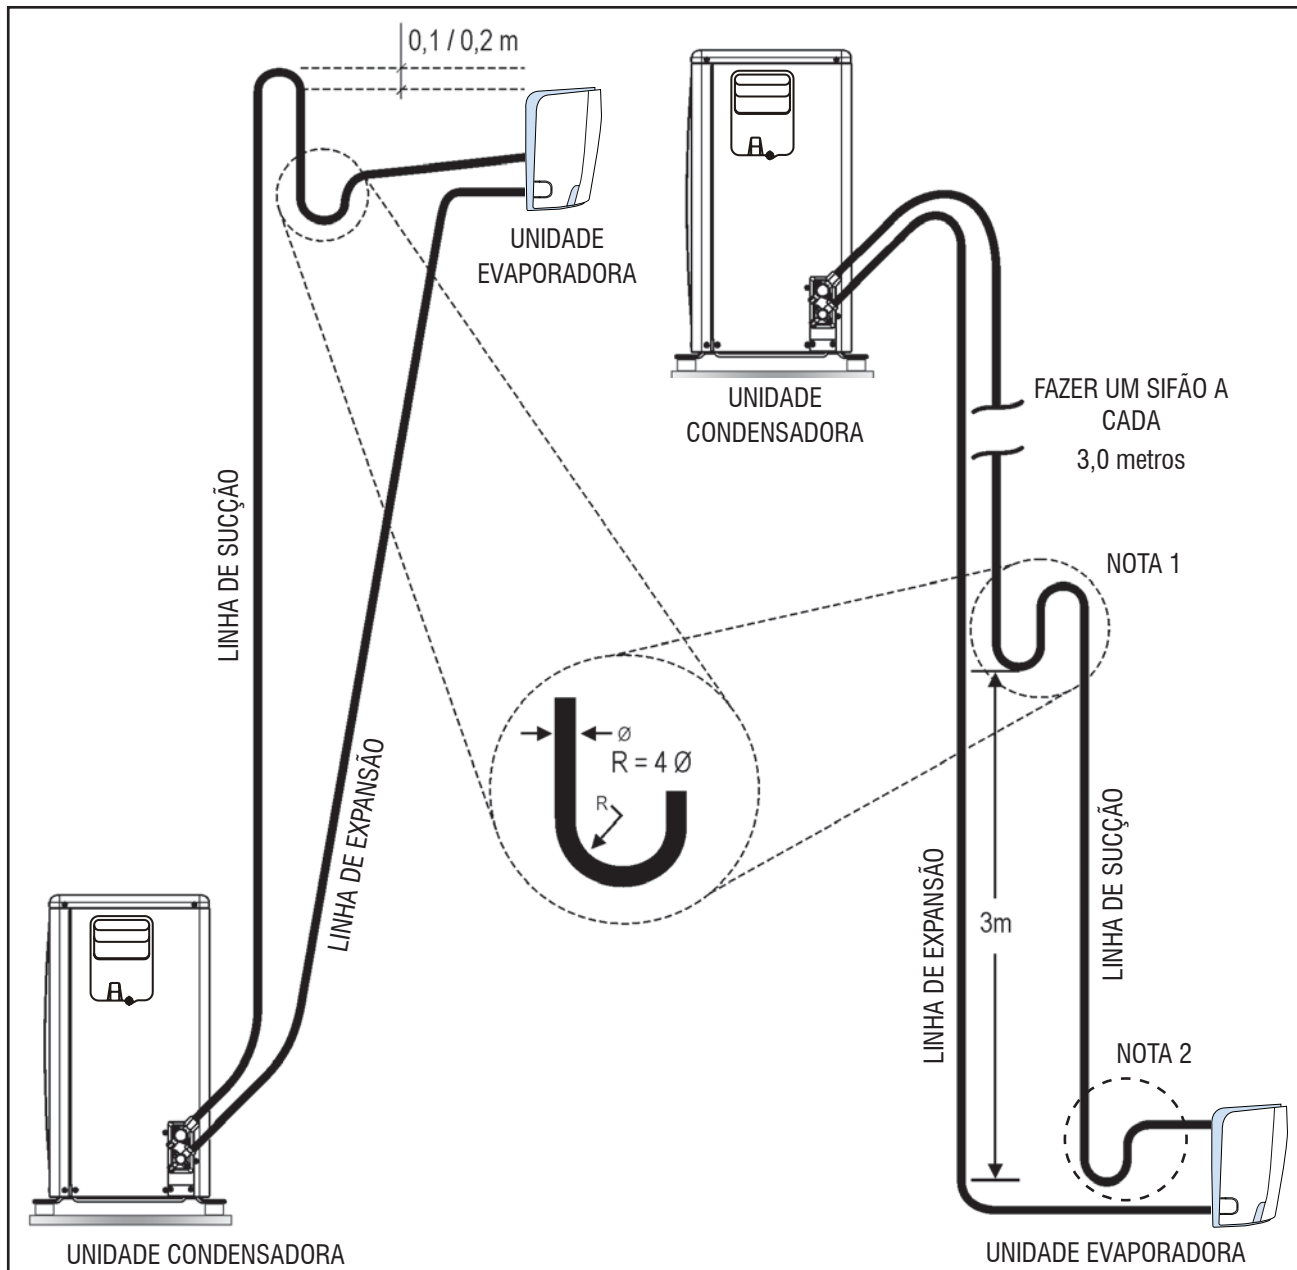

FIGURA 23 - SIFÃO NA LINHA DE SUÇÃO
- No caso de haver desnível entre 4 e 5 metros entre as unidades e estando a evaporadora em nível inferior, deve ser instalado na tubulação de sucção um sifão (ver figura 23).